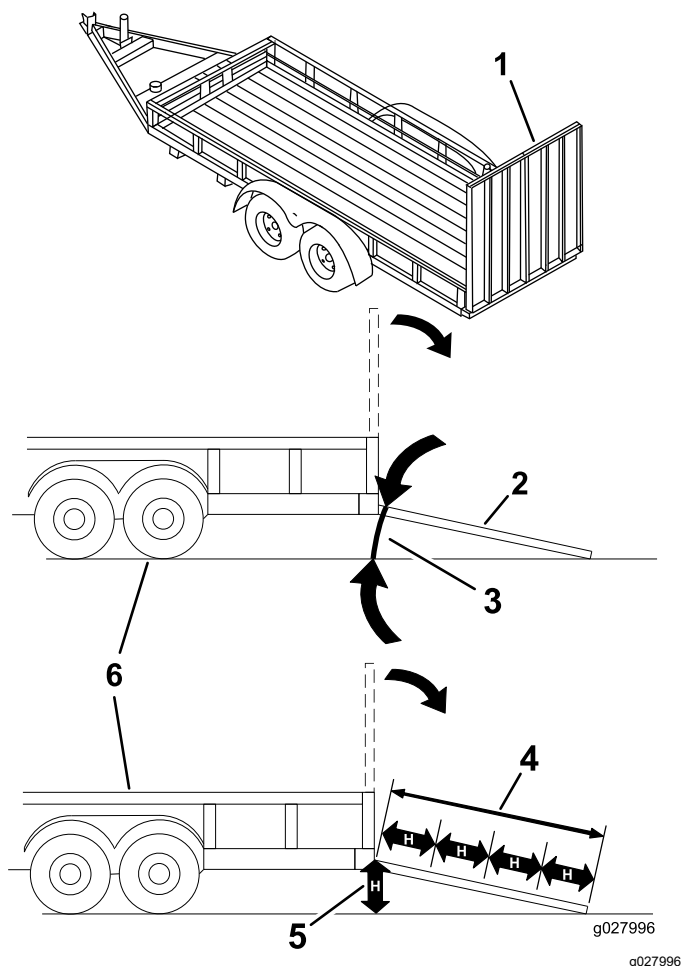

Figure 28
Le chargement de la machine sur une remorque ou un camion augmente le risque de basculement, et donc de blessures graves ou mortelles (Figure 28).
3. Abaissez la rampe pour que l'angle avec le sol ne dépasse pas 15 degrés (Figure 28).
1. Abaissez la rampe pour que l'angle avec le sol ne dépasse pas 15 degrés (Figure 28).